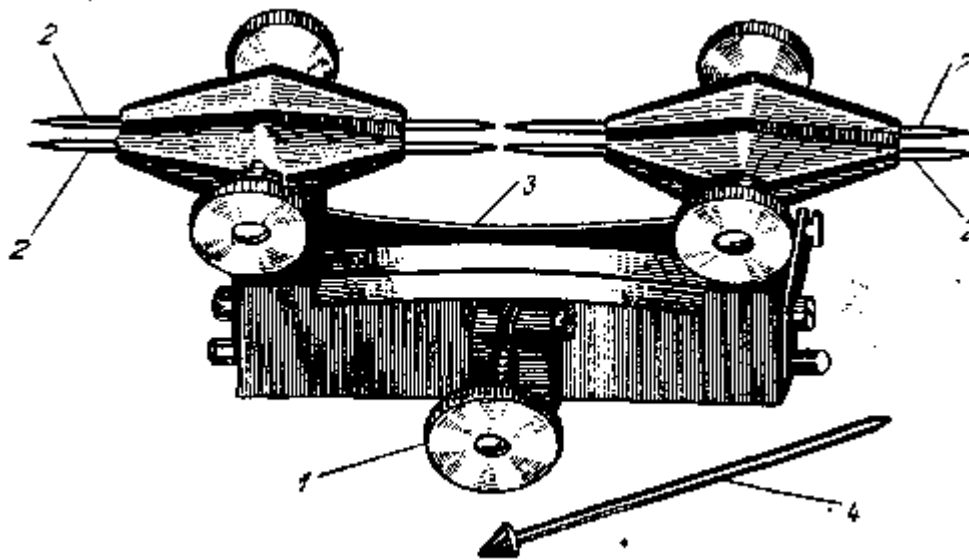

Рис. 84. Ангренаж-машина:
1. Ангренаж-машину (рис. 84). Баланс устанавливается в ангренаж-машине на цапфах.